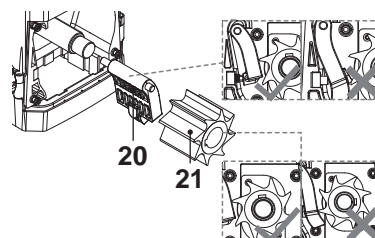

Fig. 14
4. Si es necesario, retire la contracuchilla (20) y la cuchilla (21) (Fig. 14).